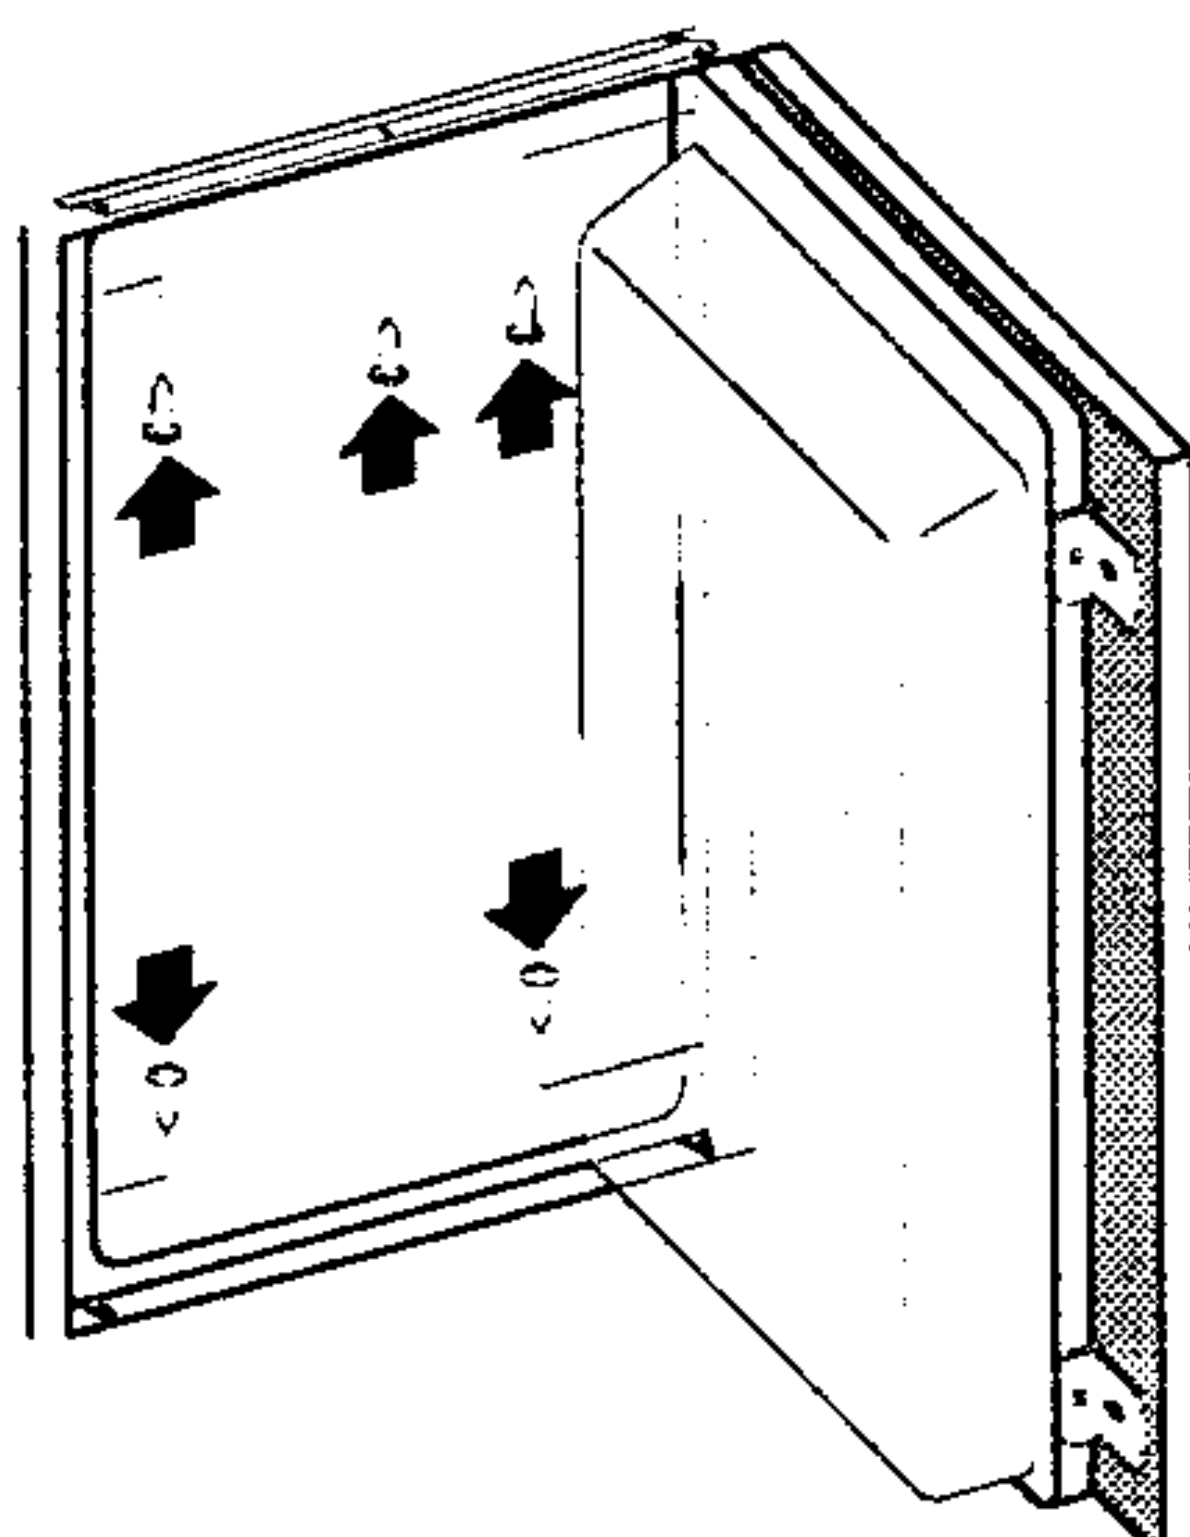

Bild 5
- Schließlich befestigen Sie das Gerät ins Möbelement. Schrauben Sie es an die Decke mit drei Schrauben durch die obere Leiste (A 4 x 12) und in den Boden mit zwei Schrauben durch die unteren Scharniere (A 4 x 16). Für die Schrauben A 4 x 12 sind Löcher  $\varnothing 3 \times 5$  auszubohren (Bild 5).